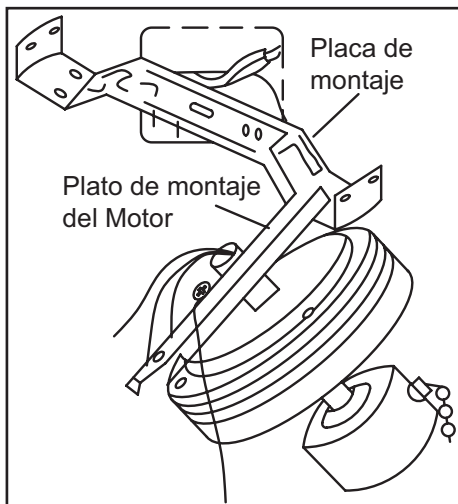

Figura 5
1. Anexe el Plato de montaje a la caja de montaje utilizando los dos tornillos y las arandelas provistas con la caja eléctrica (vea figura 5). Para un mejor funcionamiento, asegúrese que el plato de montaje este nivelado y firmemente contra el techo.